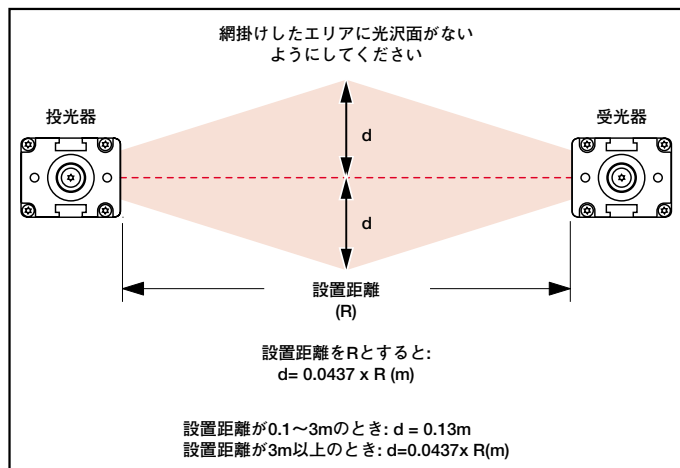

Fig.3-6 光沢面が側にある場合
検出エリアの側に光沢面がある場合、検出エリア内に遮へい物があっても、投光器からのビームが光沢面で反射し受光器に入ってしまうことがあります。最悪の場合「光学的なショート」が発生して、検出面を何かが通過しても検出されません (Fig. 3-6参照)。
- 可能であれば、ビームが光沢面に当たらないように投受光器を配置し直してください。その際、適切な安全距離が確保されていることをご確認ください (Fig. 3-6参照)。